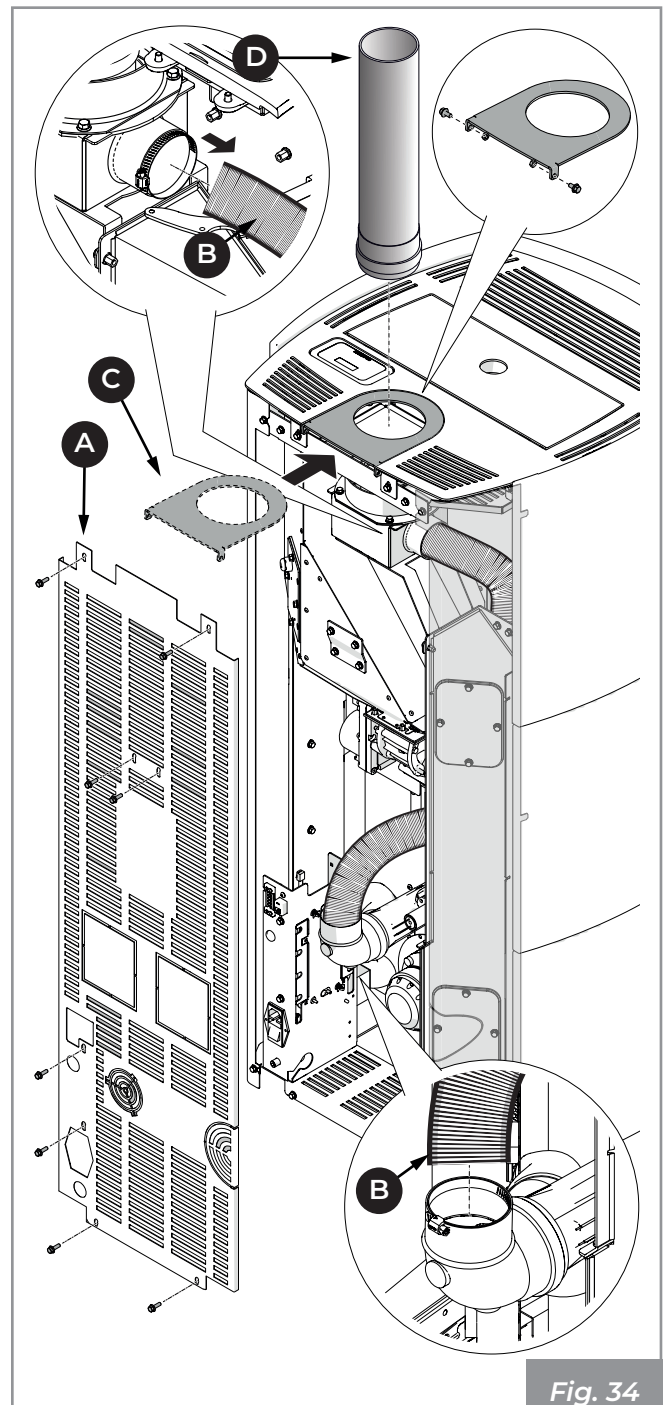

Fig. 34
- Conectar el tubo de salida humos **(D)** (**Fig. 34**)